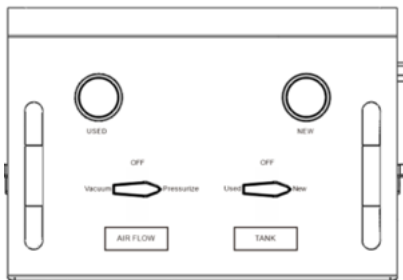

Fig 11.
2. Pe panou rotiți supapa din stânga "AIR FLOW" („FLUX AER”) în poziția "Pressurize" („Presurizare”), supapa din dreapta "TANK" („REZERVOR”) în poziția "New" („Nou”) (Fig. 11), deschideți supapele pe ambele furtunuri (Fig. 12), și apoi deschideți supapa de aer comprimat pentru a începe schimbul de antigel (în timpul procesului, puteți roti supapa din stânga "AIR FLOW" („FLUX AER”) în poziția "Vacuum" („Aspirare”) și supapa din dreapta "TANK" („REZERVOR”) în poziția "Used" („Uzat”)